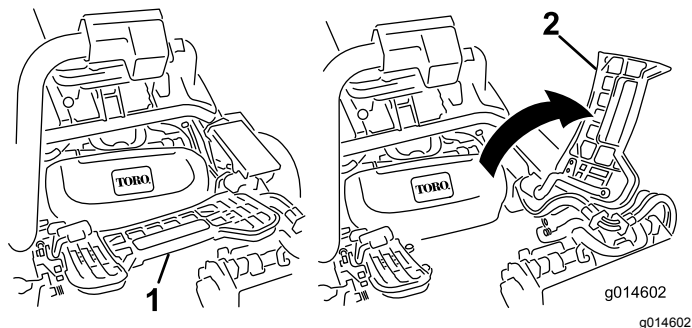

Рисунок 10
3. При установке центрального режущего блока поднимите подножку, поверните ее вверх, чтобы открыть доступ к месту для центрального режущего блока (Рисунок 10).